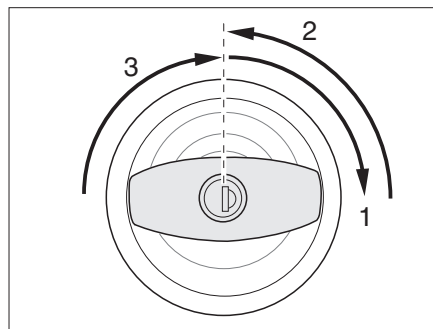

Fig. 18 Cerradura de la puerta de entrada, en el exterior, abrir
- Introducir la llave en el cilindro de cierre y girar en sentido de las agujas del reloj (Fig. 18,1) hasta que esté desbloqueada la cerradura de la puerta.
- Girar hacia atrás la llave a la posición central (Fig. 18,2) y extraerla.
- Girar el pomo de la puerta en sentido de las agujas del reloj (Fig. 18,3), hasta que se desbloquee la cerradura de la puerta.